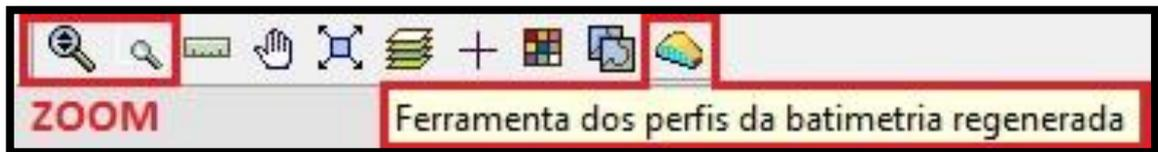

Figura 22 – Barra de ferramentas do SMC.
- O primeiro passo é dar um zoom na área desejada com a lupa da barra de ferramentas ()(Figura 22);
batimétricas). Desta forma, se conseguirá avaliar sua dinâmica sedimentar empregando o modelo PETRA para um temporal de 24 horas de duração. Para isso, se utilizará a “Ferramenta de perfil de batimetria interpolada” (Ferramenta dos perfis da batimetria regenerada), representada pelo botão () (Figura 22), para extrair o perfil central da praia da Barceloneta.